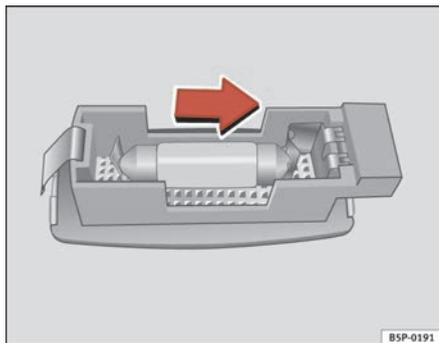

Fig. 179 Démontage de l'éclairage du pare-soleil
- Retirez le feu avec précaution en utilisant la partie plate du tournevis comme indiqué sur la figure ⇒ fig. 179.
- Retirez la lampe en la bougeant dans le sens de la flèche et vers l'extérieur ⇒ fig. 179.